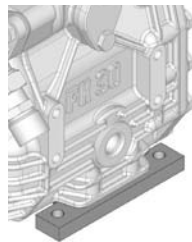

Рис. 8
- В комплекте поставки к компрессору прилагаются монтажные ножки (см. рис. 8). Однако возможен вариант поставки непосредственно одного компрессора без монтажных ножек, прикрученного винтами к опоре.